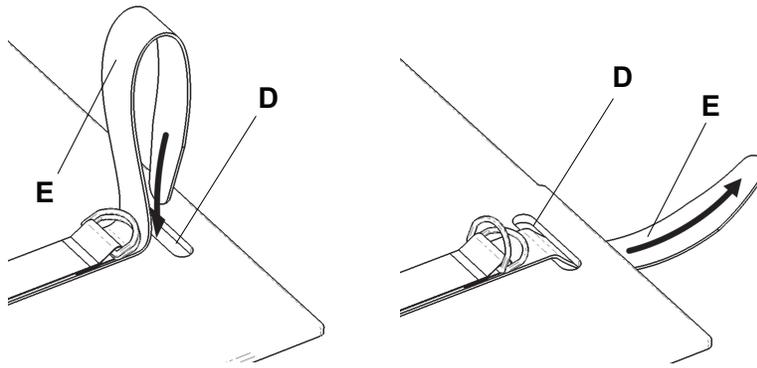

Figure 4 – Insérer les sangles d’arrimage
8. Enfiler la sangle d'arrimage (E) par le trou du relève-buste (D) (Figure 4).